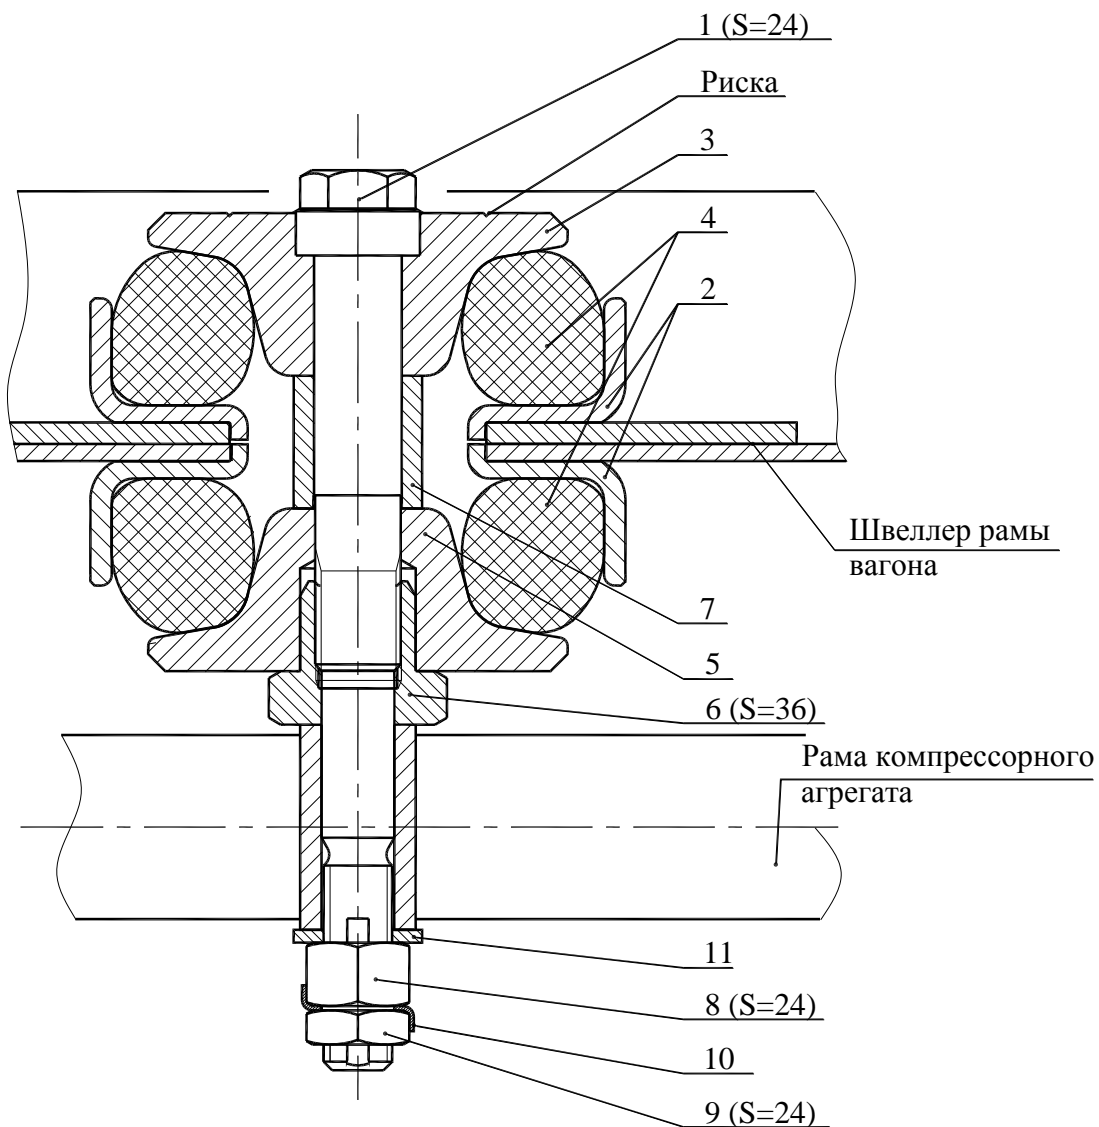
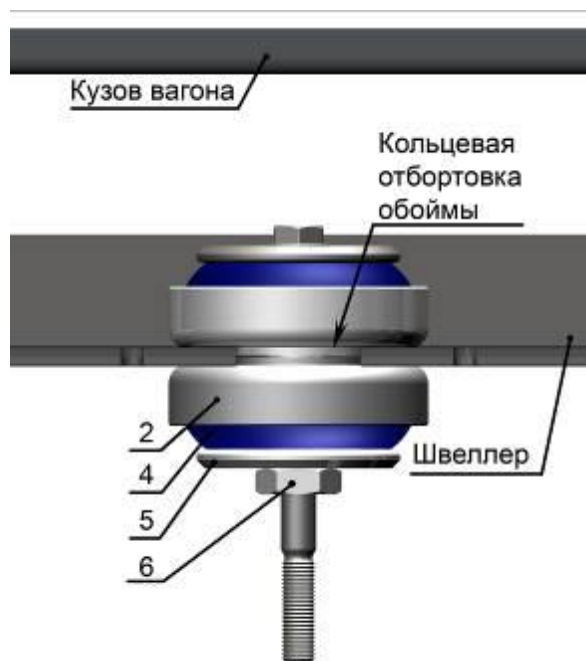

Рис.1
Рис.5
Амортизатор в виде блока (рис.1) состоит из двух полузакрытых камер внутри которых расположен резиновый вкладыш 4 овальной формы, изготовленный из виброизолирующей резины. Камеры ограничиваются обоймами 2, втулкой 7, упором верхним 3 и упором нижним 5, имеющими оригинальную конфигурацию, которая вместе с твердостью, маркой и геометрией резинового вкладыша 4 определяет жесткостные характеристики блока. Обоймы 2 входят кольцевыми отбортовками в отв. Ø60мм. швеллера рамы вагона (далее швеллер).
2.3.4 С нижней стороны последовательно установить обойму 2 с резиновым вкладышем 4, упор нижний 5 (рис. 1, рис.5). Закрутить спецгайку 6 на 3-4 оборота согласно рисунка 5, при этом убедиться, что кольцевые отбортовки обойм 2 вошли в отверстие $\varnothing 60$ мм. швеллера без перекосов.
2.3.5 Раму с компрессорным агрегатом с помощью вилочного погрузчика нанизать на болты несущие 1 четырёх амортизаторов (рис.1).
2.3.7 Удерживая болт несущий 1 (рис.1) за шестигранник (S=24мм) затянуть четыре спецгайки 6 (S=36мм, момент затяжки 100 Н·м).
2.4.1 Отогнуть четыре стопорных шайбы 10 (рис.1) и открутить четыре контргайки 9 (S=24), снять четыре стопорных шайбы 10.
2.5.2 Удерживая болт несущий 1 за шестигранник (S=24) отвернуть спецгайку 6 (S=36) (рис.1).